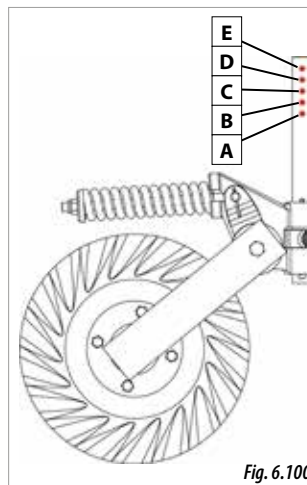
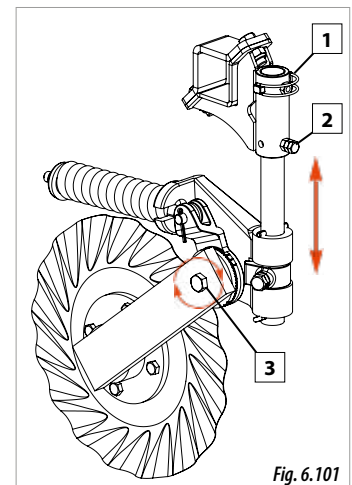

Fig. 6.100
Fig. 6.101
- 1-Scoateți** boltul (1, Fig. 6.101).
- 2-Slăbiți** (2, Fig. 6.101).
- 4-Puneți** boltul (1, Fig. 6.101) în gaura dorită (Fig. 6.100) pentru a fixa poziția.
- 1-Slăbiți** șurubul de susținere a discurilor (3, Fig. 6.101).
- 3- Fixați** șurubul de fixare (3, Fig. 6.101).